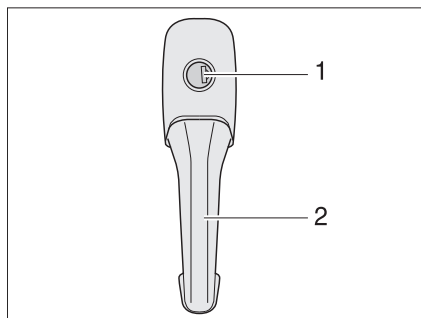

Fig. 32 Serrure de la porte cellule, à l'extérieur
- Insérer la clé dans le barillet (Fig. 32,1) et la tourner jusqu'à ce que la serrure de la porte soit déverrouillée.
- Tirer sur la poignée de la porte (Fig. 32,2). La porte est ouverte.
- Insérer la clé dans le barillet (Fig. 32,1) et la tourner jusqu'à ce que la serrure de la porte soit verrouillée.